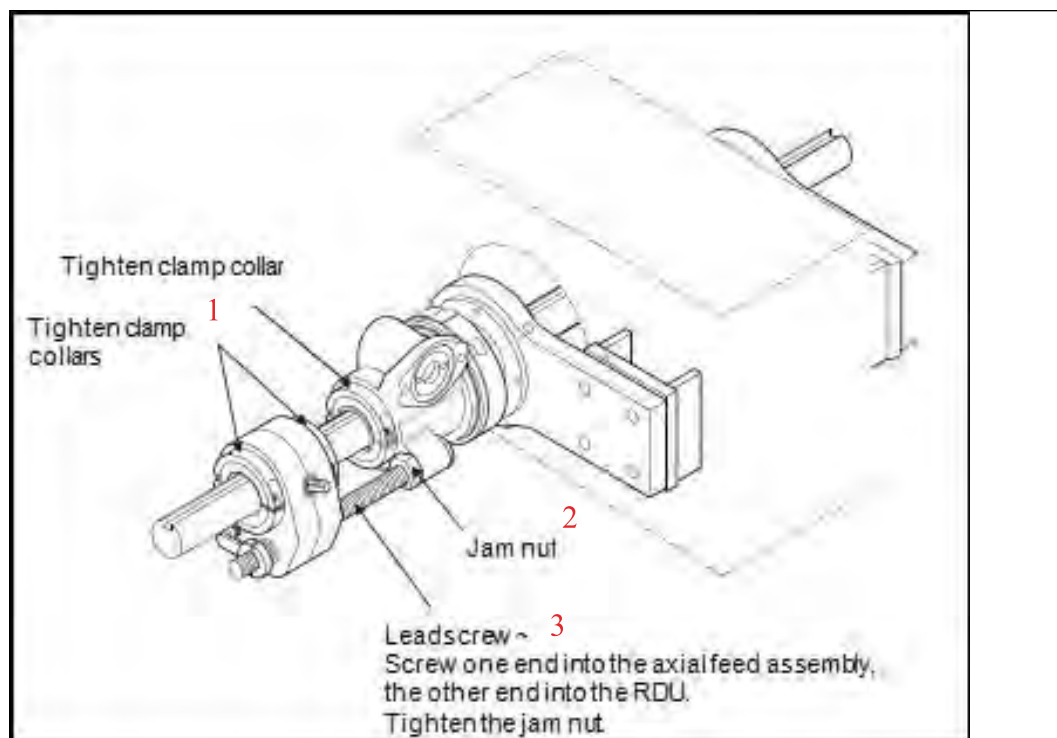

FIGURE 3-11. COLLIERS DE SERRAGE SUR L'AFU
5. Vissez le collier de serrage sur le collet, comme illustré à la Figure 3-11 à la page 39. Tournez la vis du collier jusqu'à ce que le collier soit bien serré, mais avec la barre glissant facilement à travers l'unité. Dans la plupart des applications d'alésage, ce collier peut rester desserré.